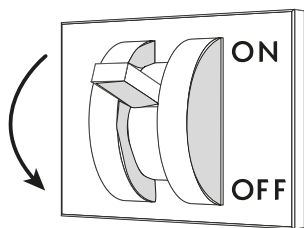

Fig. 18
- Retirar a tensão elétrica ao balcão através do interruptor seccionador geral colocado na parede ("Fig. 18").